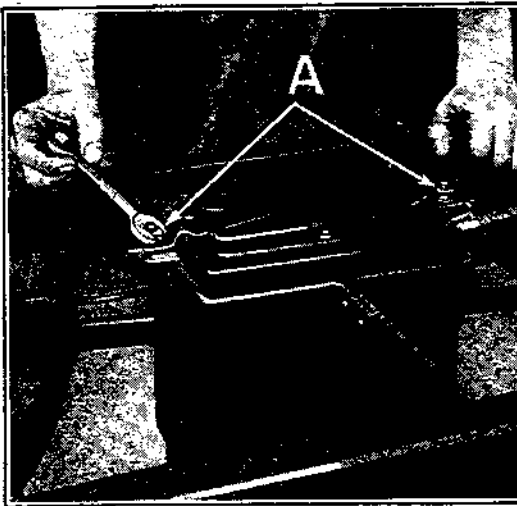

Fig. 41
a) Dévisser les deux écrous des boulons de serrage du support de la batterie (voir A, fig. 41), et enlever le couvercle.